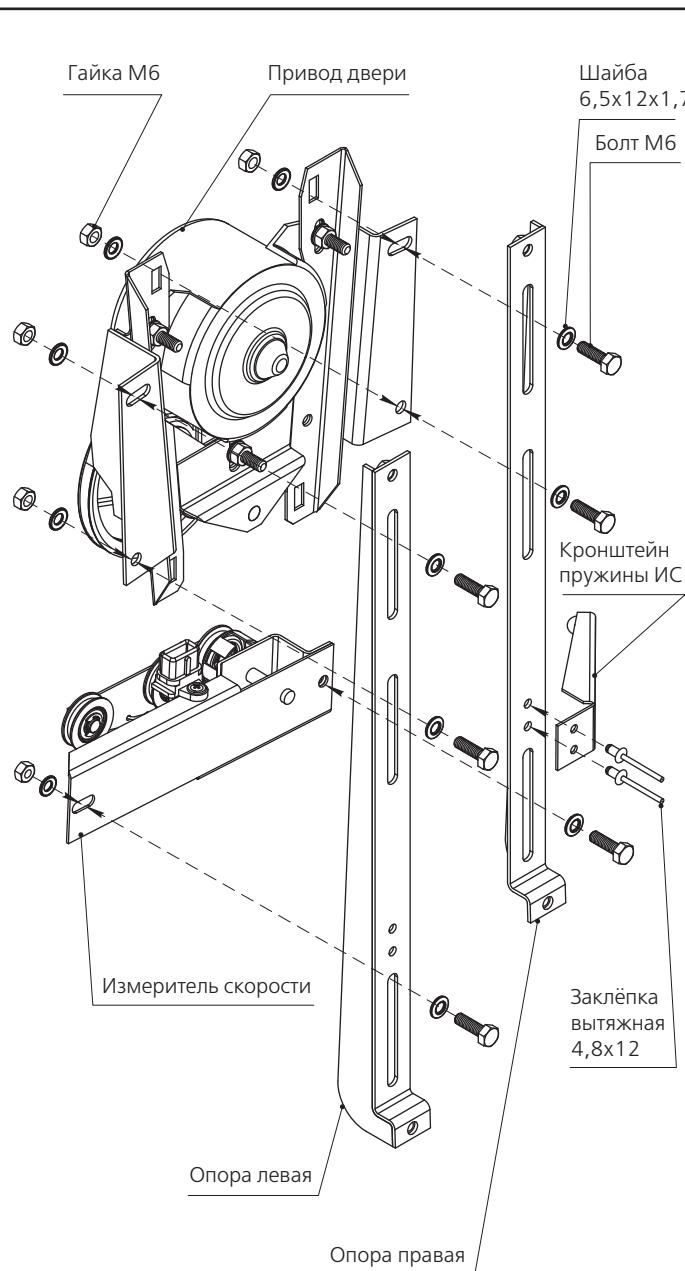

Рис. 1
3.5.8 Соберите с помощью метизов: шестью болтами M6 – привод двери, измеритель скорости, опоры правая и левая (рис. 1).